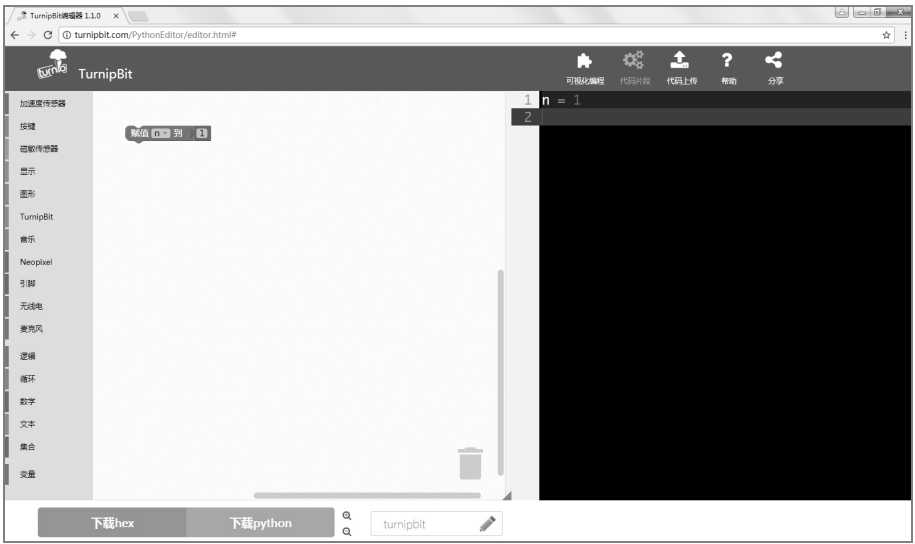

图 9-7 新建变量 n
② 根据在第 4 章中学习的创建变量的知识，建立一个变量 n ，用来记录当前音乐的序号，并初始化 n 的值为 1，如图 9-7 所示。